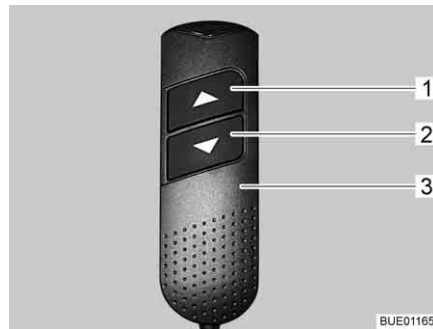

Bild 113 Handbedienteil
**Einfahren:** ■ Am Handbedienteil (Bild 113,3) Taste "▼" (Bild 113,2) drücken und gedrückt halten. Das Fußteil wird eingezogen. Die Kopfteile werden angehoben.
**Ausfahren:** ■ Am Handbedienteil (Bild 113,3) die Taste "▲" (Bild 113,1) drücken und gedrückt halten. Das Fußteil wird ausgefahren. Die Kopfteile werden abgesenkt.
**Kopfteile einstellen:** ■ Am Handbedienteil (Bild 113,3) die Tasten "▼" (Bild 113,2) bzw. "▲" (Bild 113,1) so lange drücken, bis die gewünschte Position erreicht ist.